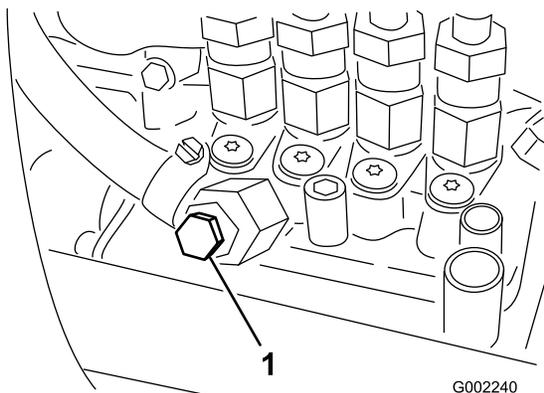

Figura 45
7. Desaperte o parafuso de drenagem que se encontra na bomba de injeção de combustível (Figura 45).